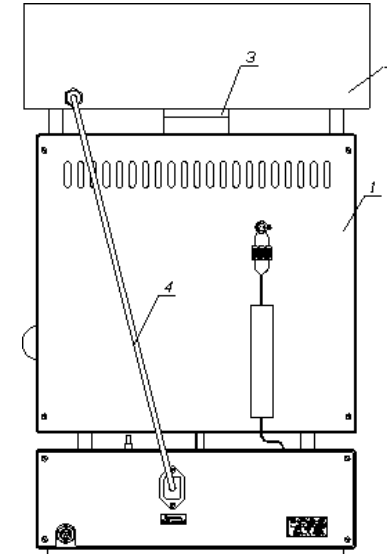

Рис.1. 1-электропечь УниTERM; 2- устройство принудительной вентиляции; 3- патрубок устройства
5.1. Устройство устанавливается на электропечь УниTERM так, чтобы патрубок 3 (рис.1) устройства был насажен на трубу электропечи, как показано на рис.1